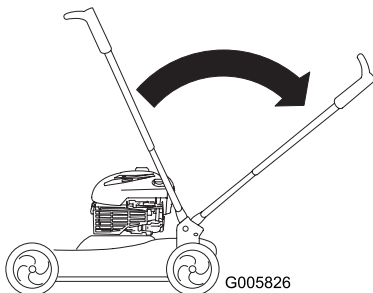

Bild 47
4. Schieben Sie den Griff einfach in die Betriebsposition, wenn Sie den Griff aufklappen möchten (Bild 47).